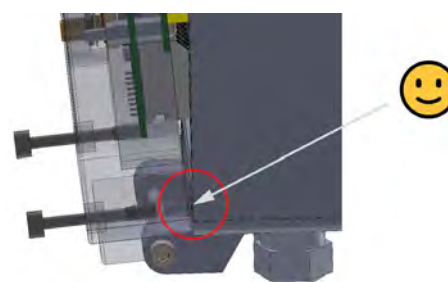

Fig. 23-3 Bouchons filetés : sécurisés / collision évitée
- Étape 1** : Dévisser six bouchons filetés (Fig. 23-2, pos. 1 / Fig. 23-3, pos. 1 ; fabrication spéciale) du boîtier (Fig. 23-3, pos. 3) jusqu'à ce qu'ils puissent se déplacer librement dans l'alésage du couvercle du boîtier (Fig. 23-2, pos. 2 / Fig. 23-3, pos. 2), mais sans tomber.
- Rabattre avec précaution le couvercle du boîtier (Fig. 23-2, pos. 2 / Fig. 23-3, pos. 2) vers le bas pour préserver la charnière (ne pas le laisser tomber).